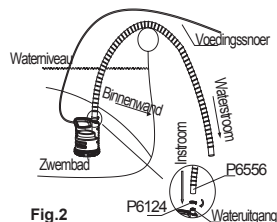

Fig.2
1. Sluit de meegeleverde slang aan op de pomp door de slangklem vast te zetten. (Zie Fig.2)